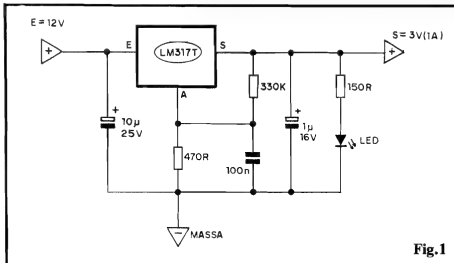

Fig. 1
- **FIG. 1 - O CIRCUITO** - No conversor anteriormente publicado, que "transformava" os 12V nominais da bateria do carro em 6 ou 9 volts (escolhidos por chavinha), usamos um "truque" circuital que possibilitava a um Integrado Regulador de Tensão referenciado para 5V (7805) fornecer as ditas "voltagens" de Saída, com boa precisão e excelente regulagem/estabilização... Infelizmente não é possível
usar semelhante "artifício" para obter, de um 7805, Tensão de Saída inferior aos seus 5V nominais... Existe, porém, um outro Integrado Regulador de Tensão, este ajustável, "parente" próximo do 7805, que é o LM317T (agora produzido no Brasil pela SID MICROELETRÔNICA...) e a partir do qual "voltagens" de Saída reguladas e estabilizadas, tão baixas quanto até 1,5 volts, podem ser obtidas com facilidade e eficiência, e em arranjos circuitais extremamente simples e econômicos! Observe o diagrama esquemático na fig. 1: o dito LM317T, além dos seus terminais de Entrada (E) e Saída (S), apresenta um terceiro terminal (A) com a função de "ajuste", através de cuja polarização (a partir de um cálculo simples...) podemos determinar a real "voltagem" presente na Saída... No caso, a relação entre os valores dos resistores de 330R e 470R é que determina o "tamanho" da Tensão "S"... Para fugir do uso de resistores ajustáveis (trim-pots ou potenciômetros), simplificando e barateando o projeto,